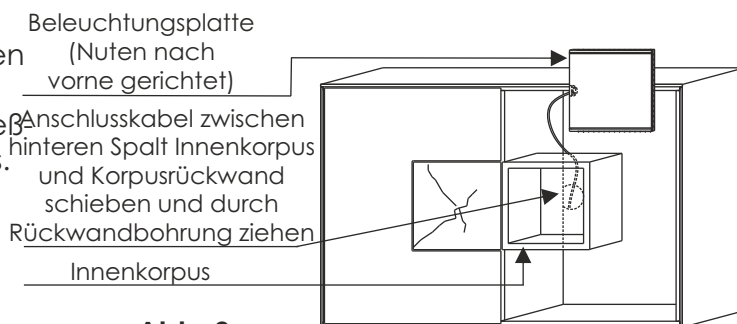

Abb. 2
- Halten Sie die Beleuchtungsplatte (mit den Nuten nach vorne gerichtet) über den Innenkorpus. Schieben Sie das Anschlusskabel von oben zwischen den Spalt von Innenkorpus und Rückwand und ziehen das Kabel anschließend durch die Rückwandbohrung heraus. (Abb. 2)